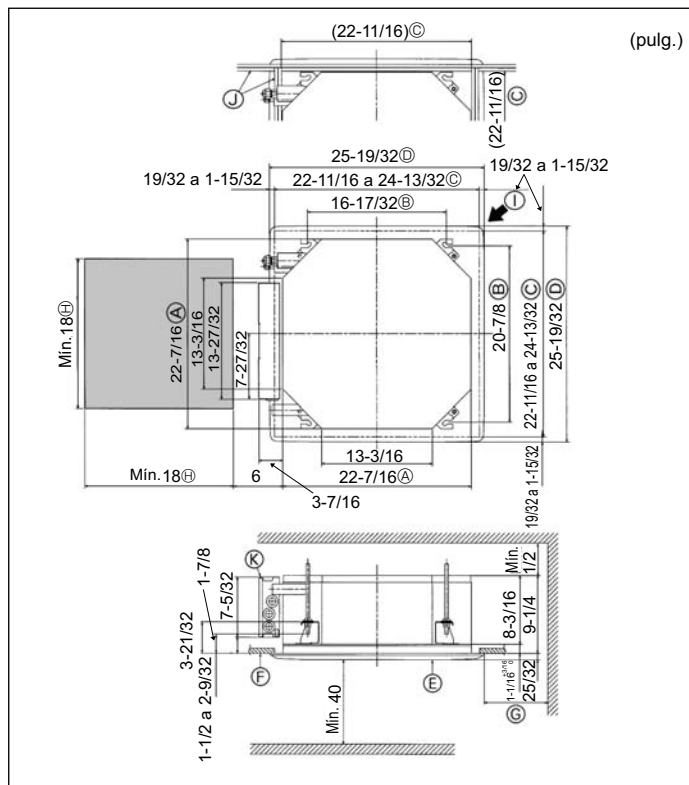

Fig. 4-2
4.2. Apertura del techo y ubicación de los tornillos de suspensión (Fig. 4-2)